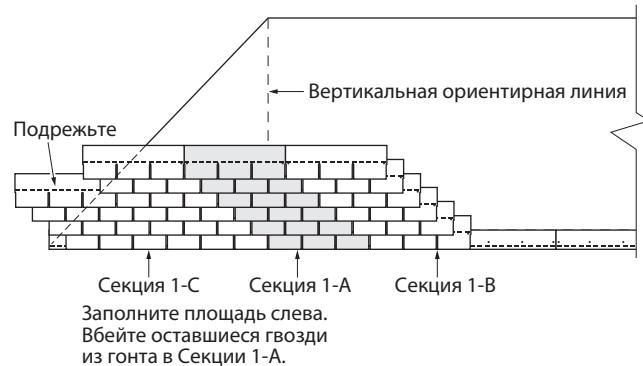

Рис. 9-4. Заполнение площади слева от вертикальной ориентирной линии.
- Прежде чем продолжать укладку кровельной секции, уложите один гонт непосредственно справа от каждого гонта завершённой первой секции (см. Рис. 9-4, Секция 1B).
- Прежде чем приступить к укладке каждой диагональной секции, уложите один гонт непосредственно справа каждого гонта всех рядов, уже установленных на крыше (как на Рис. 9-4, Секция 1-B).